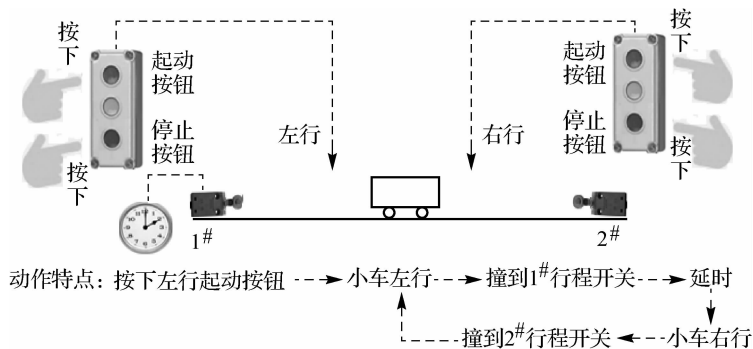

图 1-64 时间原则控制示意图
(2)适用场合:生产或生活设备运行需要时间控制或定时的场合。如图 1-64 所示,送料小车的左行撞到 1# 行程开关后停止运行,经过(延时一段时间)某段工艺处理后返回右行。